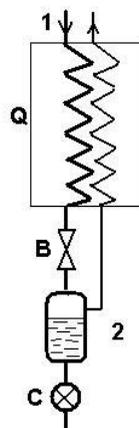

Рис. 15. Установка Дьюара - Линде
2. Метод Дьюара – Линде основан на положительном эффекте Джоуля – Томсона. Газ, сжатый до высокого давления и охлажденный до комнатной температуры, идет по трубе 1 в теплообменник Q (рис. 15).